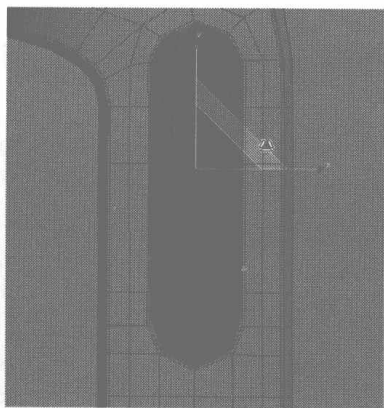

图 4.442
- 21** 继续调整其他部分的节点, 然后显示刚隐藏的按钮面物体, 单击工具栏  按钮, 将这两个面进行缩放, 如图 4.442 所示。